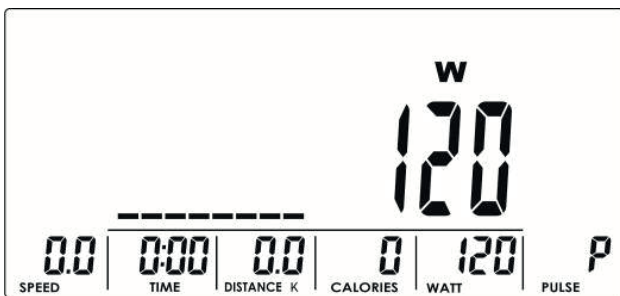

Abbildung 15
2. Geben Sie das Ziel-Wattwert (Vorgabewert: 120, Abb. 15) mit dem Encoder ein.